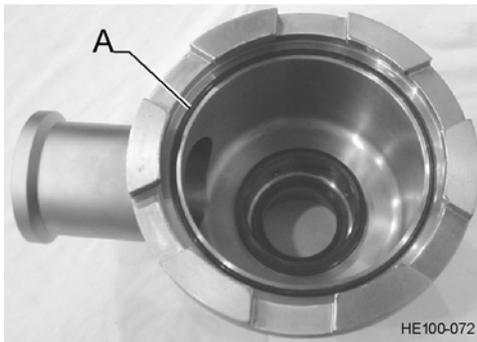

Figura 26 - Junta tórica de la cabeza del extremo impulsor opuesto
1. Si se ha retirado la cabeza del extremo impulsor opuesto, revise que esté instalada la junta tórica (Vea Figura 26, Artículo A) en la cabeza del extremo impulsor opuesto.